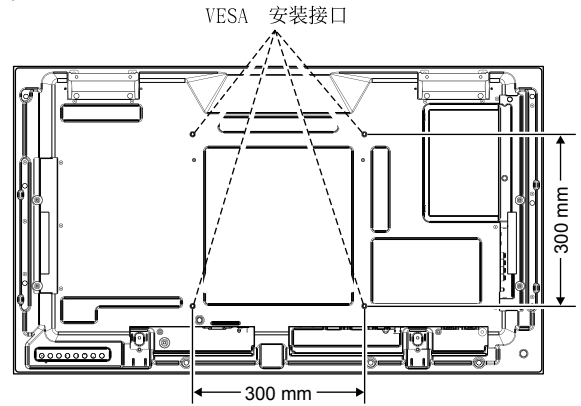

图 1
2. 旋开安装的螺丝, 拆下已安装的插槽盖板。(图1)
(图1)